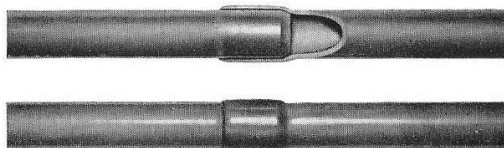

Bild 2
3.2 Herstellen einer Rohrverbindung (Bild 2)